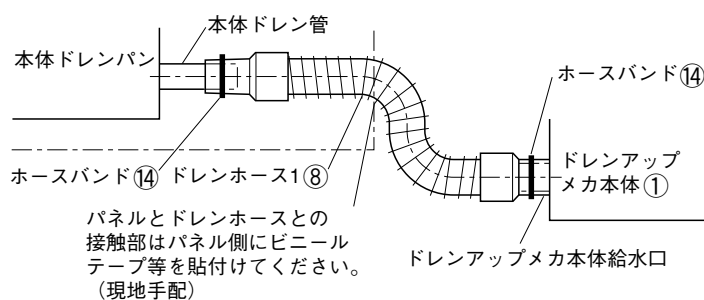

図11
- 1) 本体ドレン管と、ドレンアップメカ本体①のドレン給水口をドレンホース1⑧にて接続してください。－図11